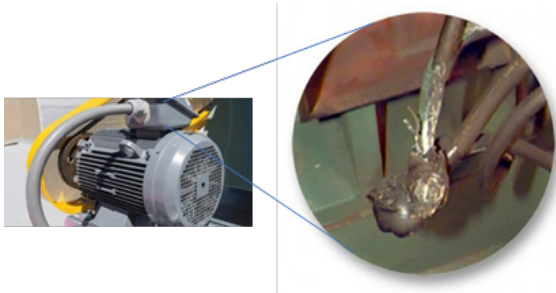

Figura 1 Daño típico encontrado en la conexión de motores de BT
Por ejemplo, en la Figura 1, se observa una mala conexión de un motor de baja tensión (BT) (ver detalle), con el agravante de que estos elementos no son de acceso directo, por estar en las cajas de conexiones. Por lo tanto, un buen procedimiento de conexión (usando métodos y técnicas, así como materiales adecuados), evitará daños potenciales en el motor.